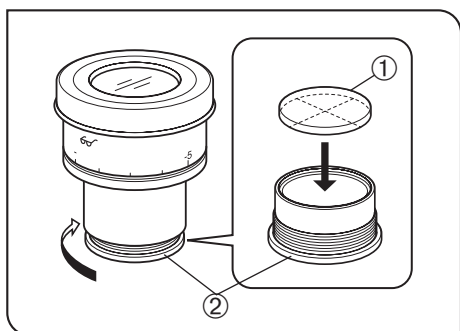

Рис. 37
(Рис. 37)
В соответствии с рис. 37, повернув встроенную обойму микрометра ② в направлении стрелки, снимите ее с окуляра и поместите микрометрический диск ① в обойму так, чтобы поверхность с маркой модели была обращена вниз.